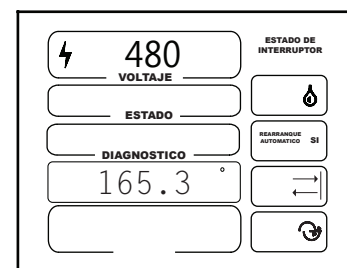

Figura 45-3
5. Acceda otra vez a la posición del pivot actual y registre la posición actual visualizada en la parte inferior de la pantalla hasta el décimo de grado más cercano como posición B. Vea la Figura 45-3.